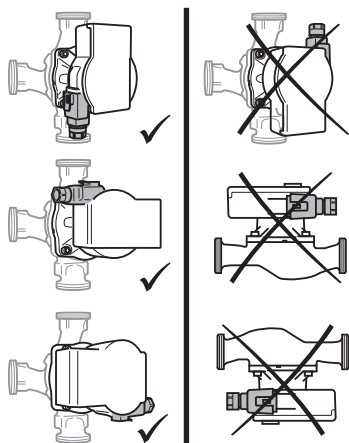

Fig. 2: Montavimo padėtys
- Montavimo vieta turi būti pasirenkama atsižvelgiant į leidžiamą montavimo padėtį (Fig. 2).
- Turi būti atsižvelgiama į leidžiamą siurblio montavimo padėtį (Fig. 2), jeigu reikia pasukamas variklio korpusas (2+6).
**Viršutinė uždaromoji armatūra turi būti šone įtaisoma taip, kad nuotėkio vanduo nelašėtų ant valdymo modulio (6).**
- Suėmus variklio korpusą (2+6) išsukami 4 korpuso varžtai (5).
- Atsižvelkite į leidžiamąją siurblio montavimo padėtį (Fig. 2) ir ant siurblio korpuso nurodytą tekėjimo kryptį (1).
- Įsukami 4 korpuso (5) varžtai.